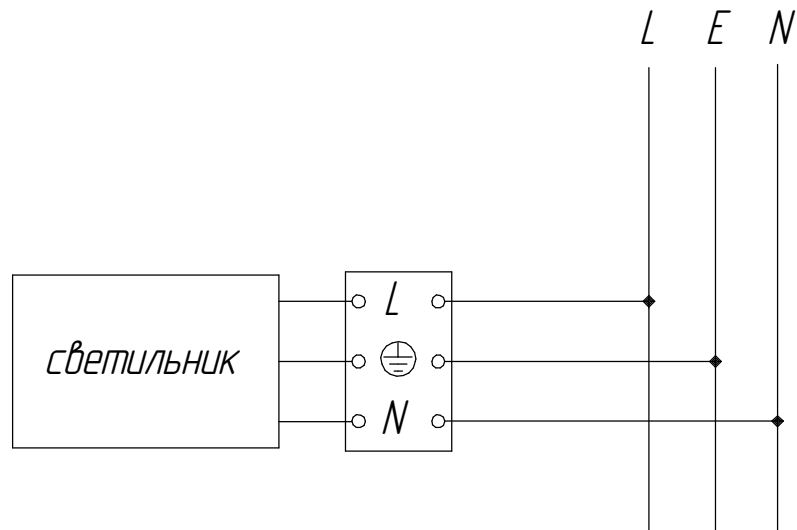

Рисунок 3 - Схема подключения светильника к сети
6.5 Подключите светильник к электрической сети согласно схеме рис. 3.